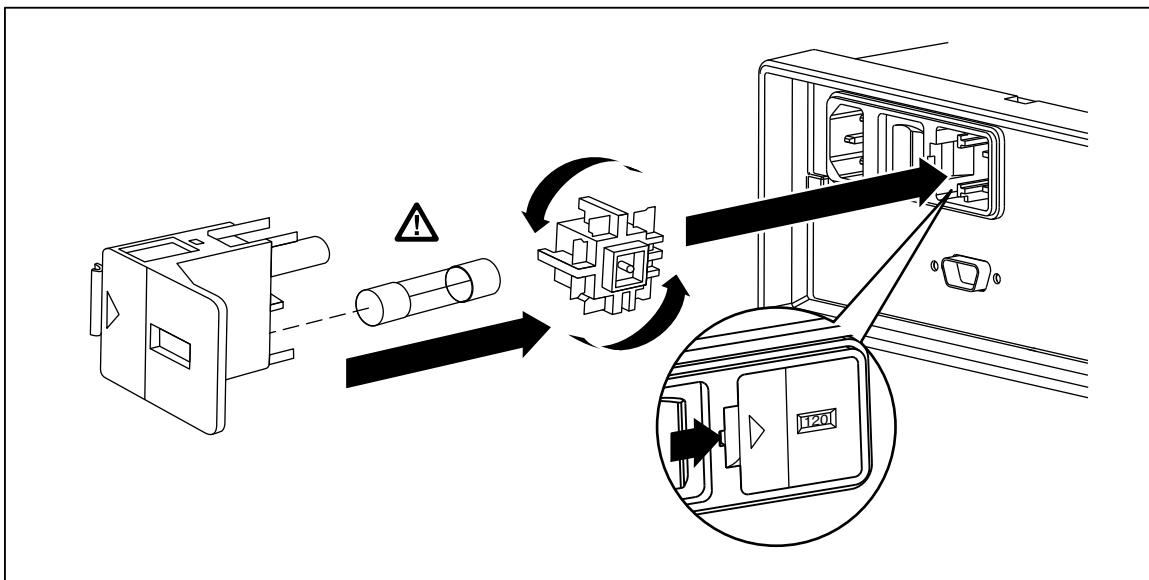

图 2-1. 更换电源保险丝
2. 从保险丝支架左边的窄缝中插入小螺丝刀，向右撬动，直到弹出支架，如图2-1所示。请见图2-1。